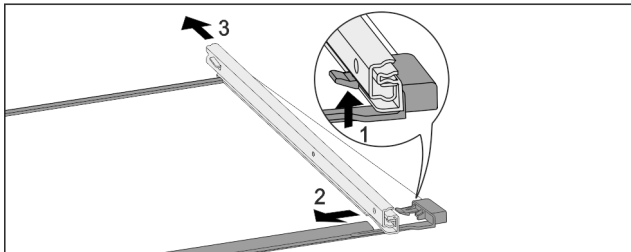

Fig. 81 Płyta szklana z szynami
- ▶ Wcisnąć przedni hak ryglujący do góry. Fig. 81 (1)
- ▶ Wysunąć prowadnicę w bok Fig. 81 (2) i do tyłu Fig. 81 (3).